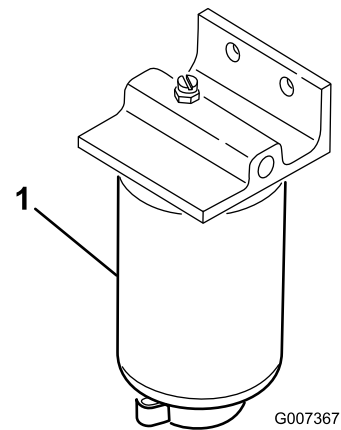

Bild 61
1. Stellen Sie einen sauberen Behälter unter den Kraftstofffilter (Bild 61).